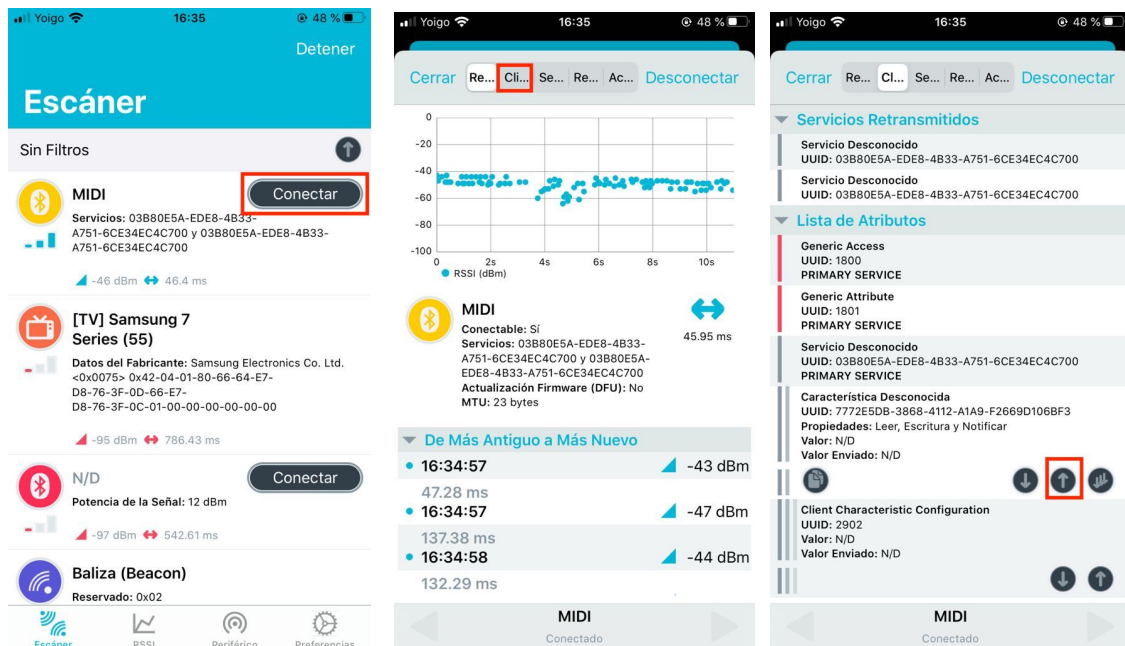

Figura 14. Primeros pasos para conectar la pedalera al teléfono móvil y enviar un JSON.
1. Una vez se tiene el JSON en el portapapeles y activado el Bluetooth del móvil, acceda a esta aplicación y seleccione “conectar” en el dispositivo llamado “MIDI”, como se muestra en la Figura 14.